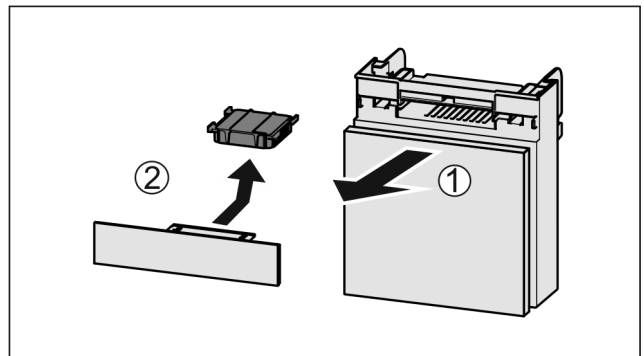

Fig. 75
- Lade vanaf de voorkant eruit trekken Fig. 75 (1).
- Actiefkoolfilter verwijderen Fig. 75 (2).